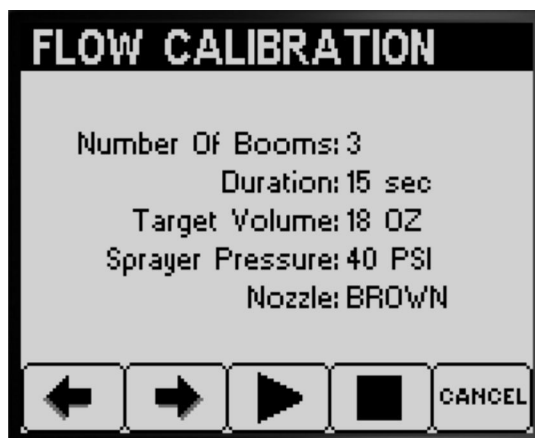

Figure 50
4. Dans l'écran d'affichage du test de récupération, confirmez le nombre de rampes, la couleur des buses, et appuyez sur le bouton 3 pour lancer le test de récupération (Figure 50).